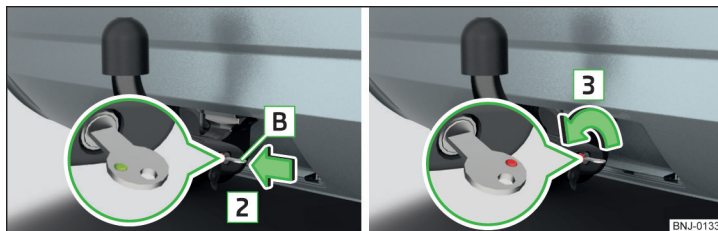

Fig. 251 Introducir la llave en la cerradura/ desbloquear el cierre
- Introduzca la llave **B** en la cerradura en el sentido de la flecha **2** de manera, que la marca muestra hacia arriba » fig. 251.